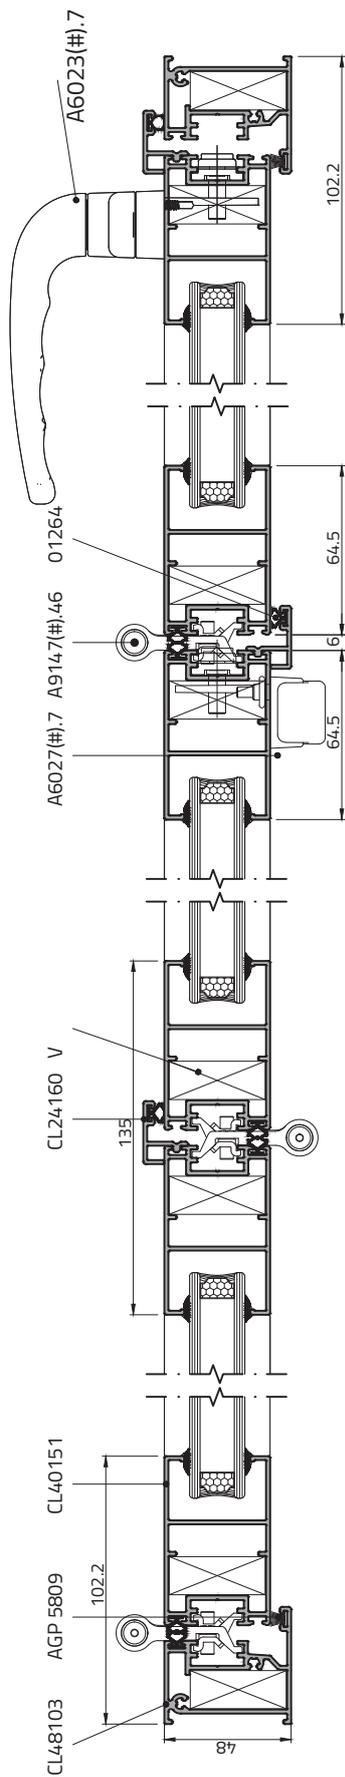

Fig.5
1. Avvicinare l'anta pari (vedi dettaglio G) e serrarla con la Cerniera, posizionandola come dettaglio E (vedi Fig.5);